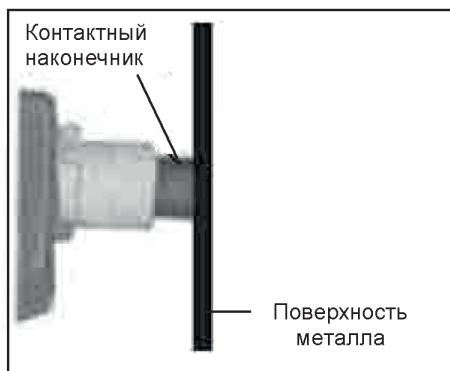

Рис. 3
4. Крепко держа аппарат обеими руками, прижмите наконечник с гвоздем по центру очищенной поверхности до плотного касания контактного наконечника к поверхности металла (Рис. 3)